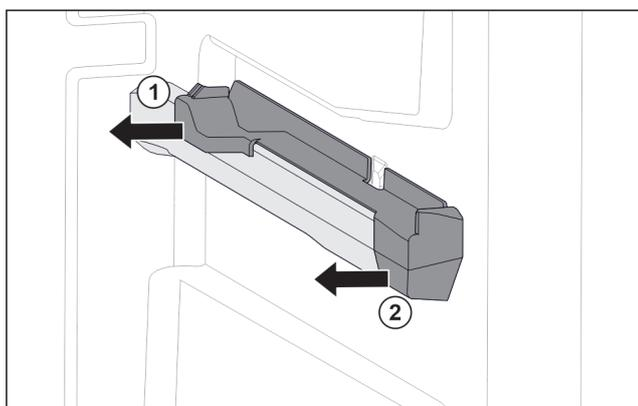

Fig. 77 右侧容器肋梁上的插装件
- ▶ 将插装件后部拉到一侧。 Fig. 77 (1)
- ▶ 将插装件前部拉到一侧。 Fig. 77 (2)